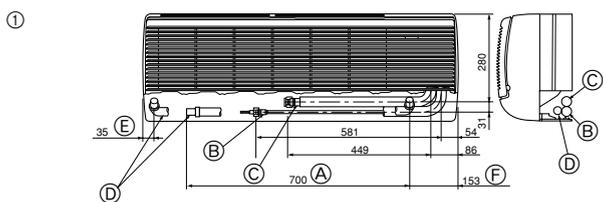
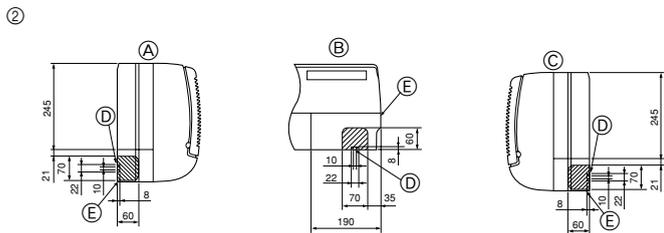

Fig. 4-2
Fig. 4-3
① 致冷剂管和排水管的位置 (Fig. 4-2)
- ① (软管总长度)
- ② 液体管
- ③ 气体管
- ④ 排水软管
- ⑤ 左侧管道
- ⑥ 右侧管道
② 确定本机机体上分离孔洞位置。(Fig. 4-3)
- ① 左侧管道
- ② 下侧管道
- ③ 右侧管道
- ④ 遥控器电缆通过孔
- ⑤ 角盒